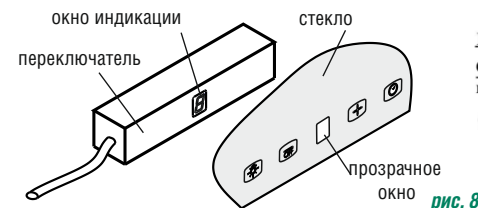

рис. 8
- окно индикации на переключателе совместите с прозрачным окном на стекле (рис.8), при этом провод переключателя должен находится слева (если смотреть с лицевой стороны стекла):